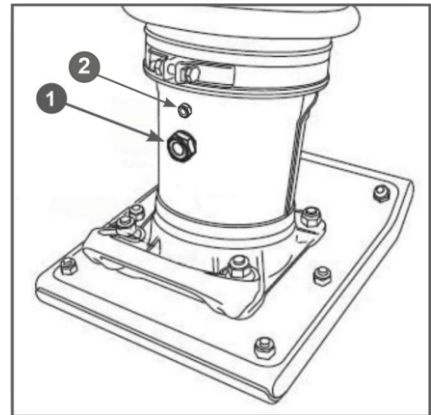

Рис. 18 Замена масла в рабочем цилиндре
В рабочий цилиндр заливается масло SAE 30, 10W30, 10W40. Полный объем масла в рабочем цилиндре составляет 1 л. Для поддержания вибротрамбовки в рабочем состоянии необходимо менять масло в рабочем цилиндре через каждые 300 часов работы. (Рис. 18)
4. Выкрутите пробку 2 и слейте масло в подготовленную для этого емкость (Рис. 18). Поднимите нижнюю часть вибротрамбовки за трамбовочный башмак для того, чтобы полностью слить масло из рабочего цилиндра.